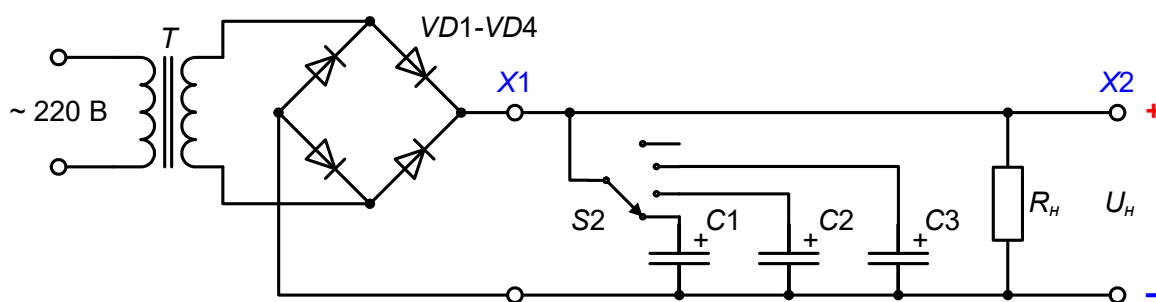

Рис. 1.1. Однофазный мостовой выпрямитель
1. Не включая питания, перевести тумблер $S1$ на передней панели стенда в положение I, что соответствует подключению схемы выпрямителя, приведенной на рис. 1.1.